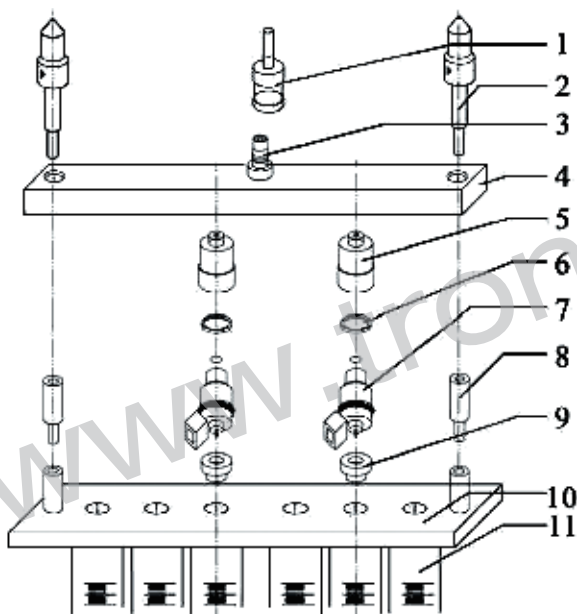

Рис. 2.4 Схема установки держателя для промывки противотоком
### 6.3 Установка инжектора для обратной промывки (противотоком) (рис. 2.4)
1. В соответствии с рис. 2.4, установите инжекторы между топливной рампой и опорной пластиной тестовых цилиндров.
2. Затяните всю сборку с помощью винтов (2), выберите режим обратной промывки, установите давление в системе 0.25-0.3 МПа, включите режим, нажатием на кнопку Start («Пуск»).